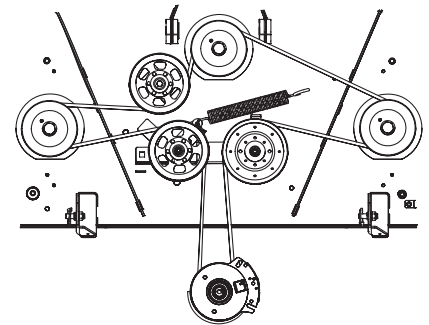

Figure 4-21
5. Placez la courroie neuve autour des poulies de fusée et remplacez les couvercles de courroie. Voir Figure 4-21.
7. Installez la courroie comme indiqué à la Figure 4-21, puis réinstallez le plateau de coupe. Consultez la sous-section Installation du plateau de coupe.